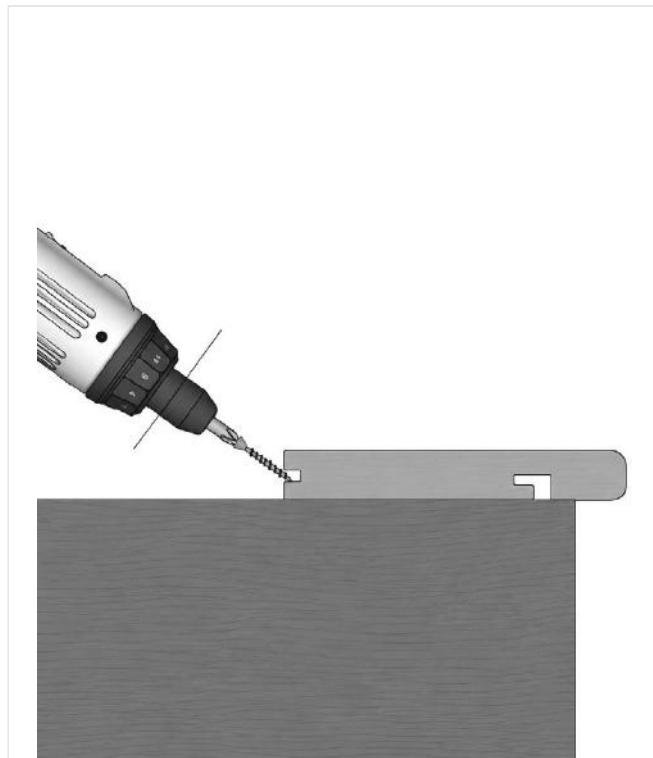

FIG. 22 – TABLA DE BORDE ATORNILLADA A TRAVÉS DEL RANURADO DEL CLIP A 45°
- 02 Con la tabla de borde en su sitio, atornille a través del ranurado del clip oculto en un ángulo de 45°, fijándola al rastrel (fig. 22). Perfore previamente agujeros guía en las tablas de tarima 2 mm más anchos que el vástago del tornillo; no apriete en exceso los tornillos en las tablas de tarima, para evitar que el material se agriete.